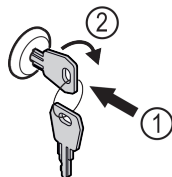

Fig. 143
- Vajutage võti sisse Fig. 143 (1).
- Keerake võtit 90° päripäeva Fig. 143 (2).